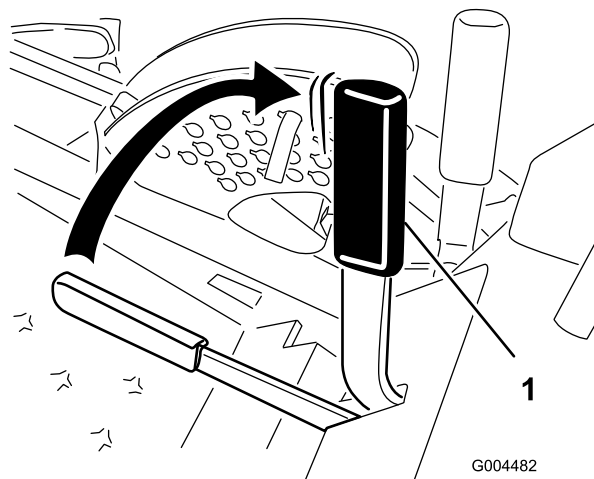

Figura 15
2. Puxe para cima e para trás a alavanca do travão de mão para aplicar o travão de mão (Figura 15). A alavanca do travão de mão deve ficar firme na posição de engatada.